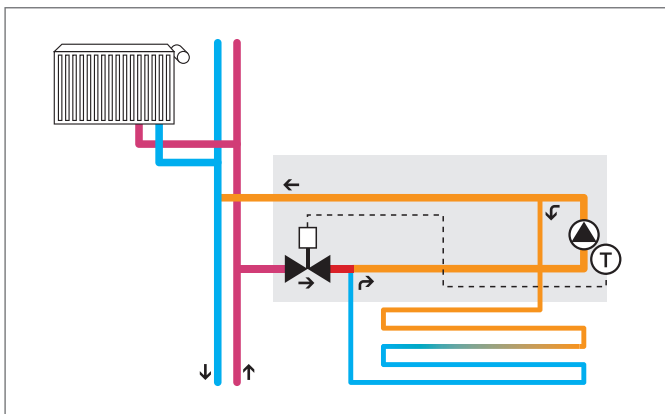

Рис. 7-6 Схема системы
1. Смонтировать все элементы согласно схеме (см. рис. 7-6).